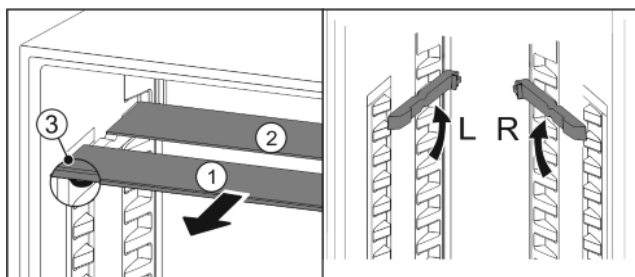

Fig. 17
- ▶ Wyciągnąć Fig. 17 (1) pojedynczo półkę szklaną do przodu.
- ▶ Szklana płyta Fig. 17 (1) ze stoperami znajduje się z przodu.
- ▶ Stopery wskazują w dół Fig. 17 (3).